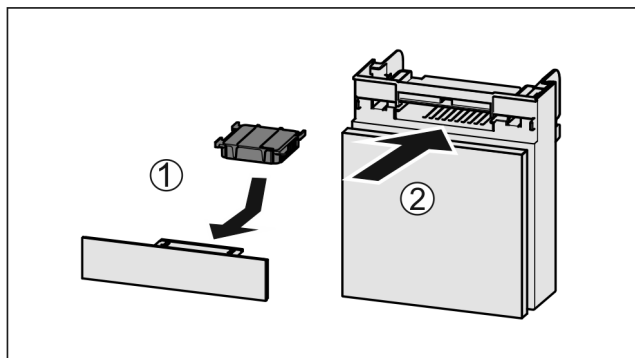

Fig. 159
- ▶ Вставити фільтр з активованого вугілля за малюнком Fig. 159 (1).
- ▶ Вставити відділення Fig. 159 (2).